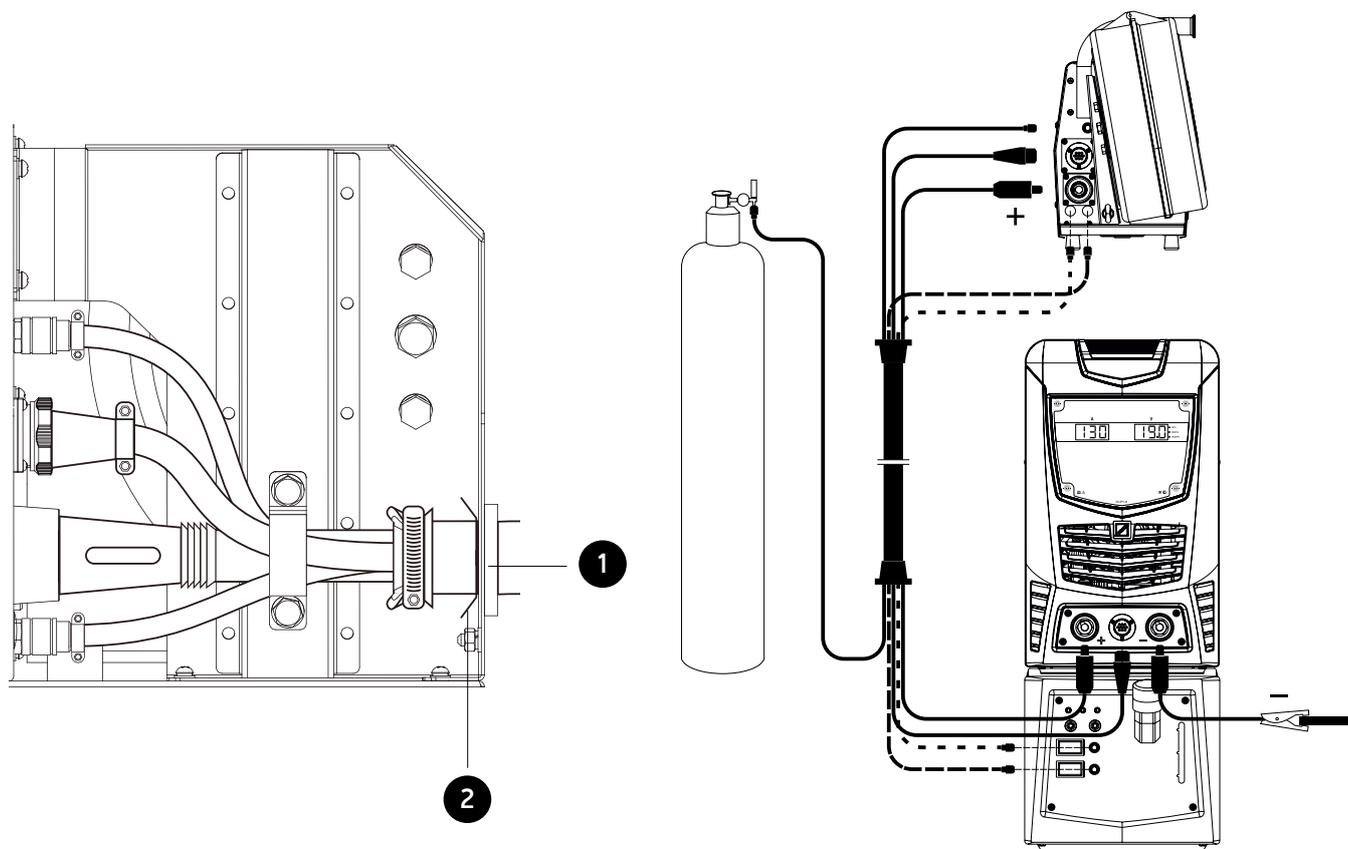

Рис. 4.3 Схема подключения механизма подачи сварочной проволоки
- Дополнительно закрепить кабельную сборку на корпус механизма подачи хомутом поз.8 (рис.3.1), и зафиксировать кабельный ввод поз.1 (рис. 4.3) металлической скобкой поз.2 (рис. 4.3).